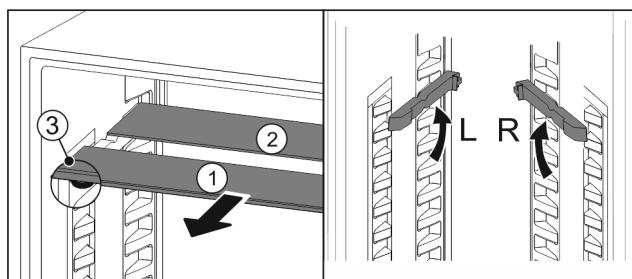

Fig. 69
- По одной извлеките Fig. 69 (1) стеклянные панели движением вперед.
- Стеклянная панель Fig. 69 (1) с декоративной планкой лежит спереди.
- Стопоры Fig. 69 (3) показывают вниз.